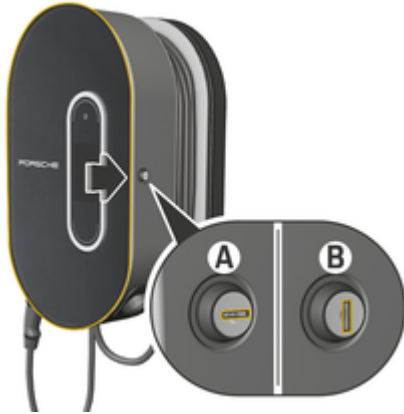

Fig. 9: Dock di carica
- ▶ Ruotare la serratura in posizione **A** (Fig. 9).
- ▶ Ruotare la serratura in posizione **B** (Fig. 9).